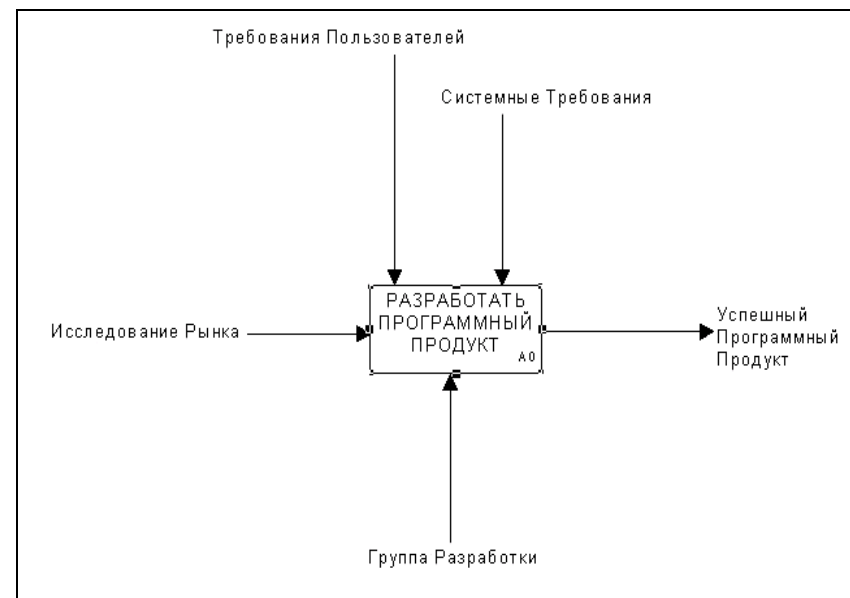

Рисунок 2.3 - Создание выходной дуги и дуги механизма
* Завершите создание оставшихся дуг: выходной и механизма, как показано ниже (рисунок 2.3).